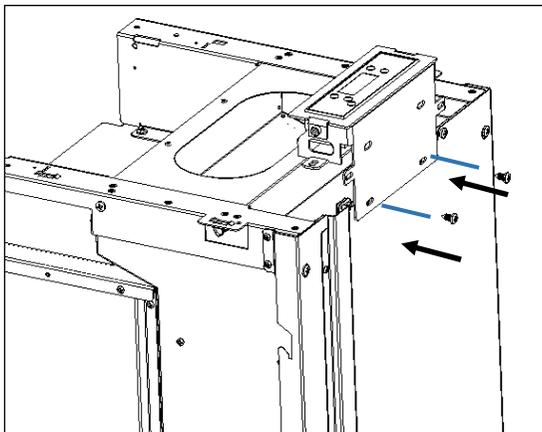

Figura 52 – Fissaggio schermo in posizione nella struttura della macchina.
e) Avvitare supporto display con le due viti rimosse nella parte A, come mostrato nella Figura 52.